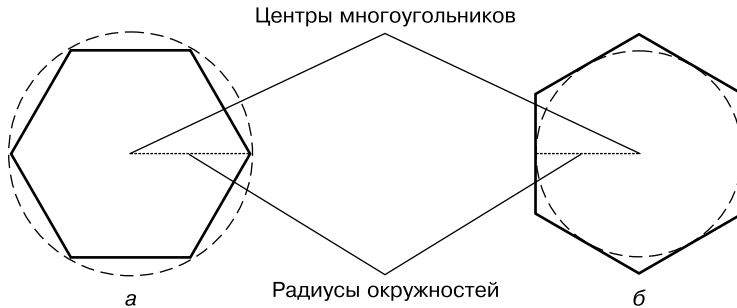

Рис. 2.14. Построение многоугольника и окружности, описанной около него (а) и вписанной в него (б)
- Параметр **Вписанный в окружность** позволяет сформировать многоугольник, указав радиус мнимой окружности, описанной около него, то есть окружности, которая проходит через все вершины многоугольника (рис. 2.14, а).
- Выбрав параметр **Описанный вокруг окружности**, вы сможете создать многоугольник, указав радиус окружности, вписанной в многоугольник, для которой все стороны многоугольника будут являться касательными (рис. 2.14, б).